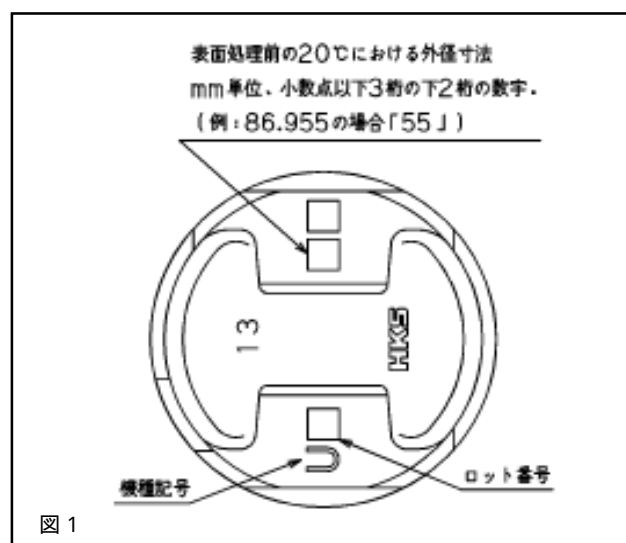

図1
- 2.1 ピストン裏面にピストンスカート部外径寸法が記してあります。mmの小数点以下3桁から下2桁が記入して有りますので確認してください。尚、寸法は86.950~86.960mmです。(例; 86.955mmの場合55と記してあります)(図1参照)
( 図 1 3 )